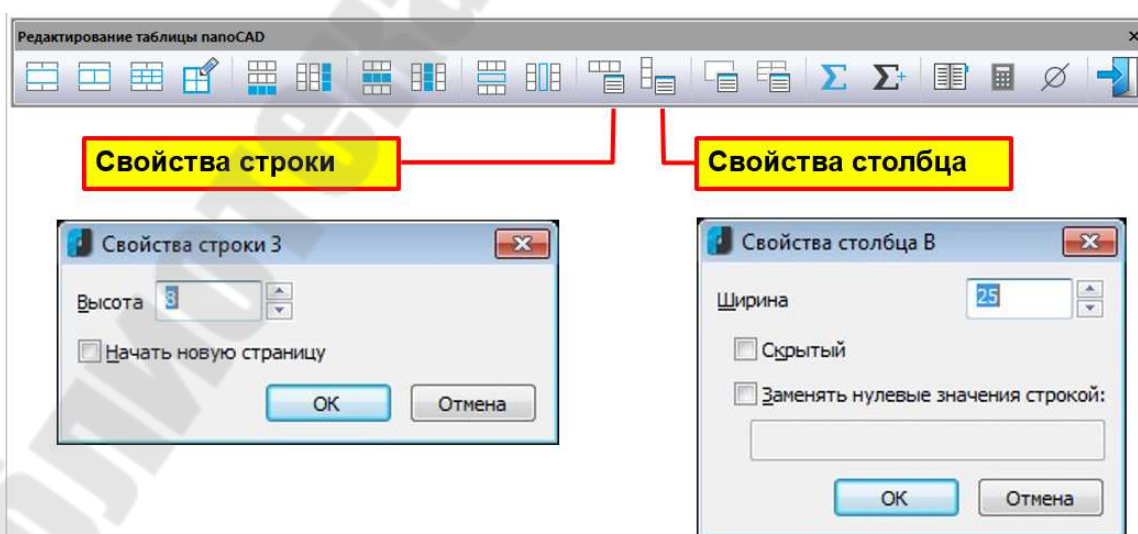

Рис. 3.273 Инструменты редактирования свойств строк и столбцов таблицы
- редактирования свойств строк и столбцов (рисунок 3.273);